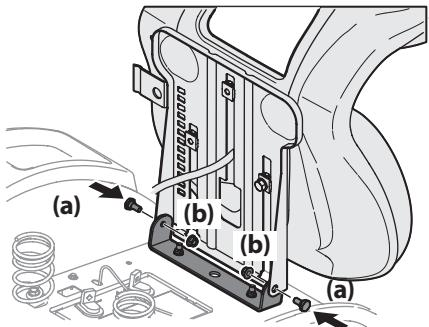

Figura 2
4. Luego, con los tornillos con reborde (a) y las tuercas de seguridad con brida (b) previamente quitados, asegure un lado del asiento y soporte del asiento. Mientras sostiene el asiento, quite el destornillador Phillips y asegure el otro lado del asiento. Tenga cuidado de no doblar o dañar el cableado mientras instala el asiento. Consulte la Figura 2. Ajuste hasta 84-103 pulgadas-libras (9.5-11.6 N·m).